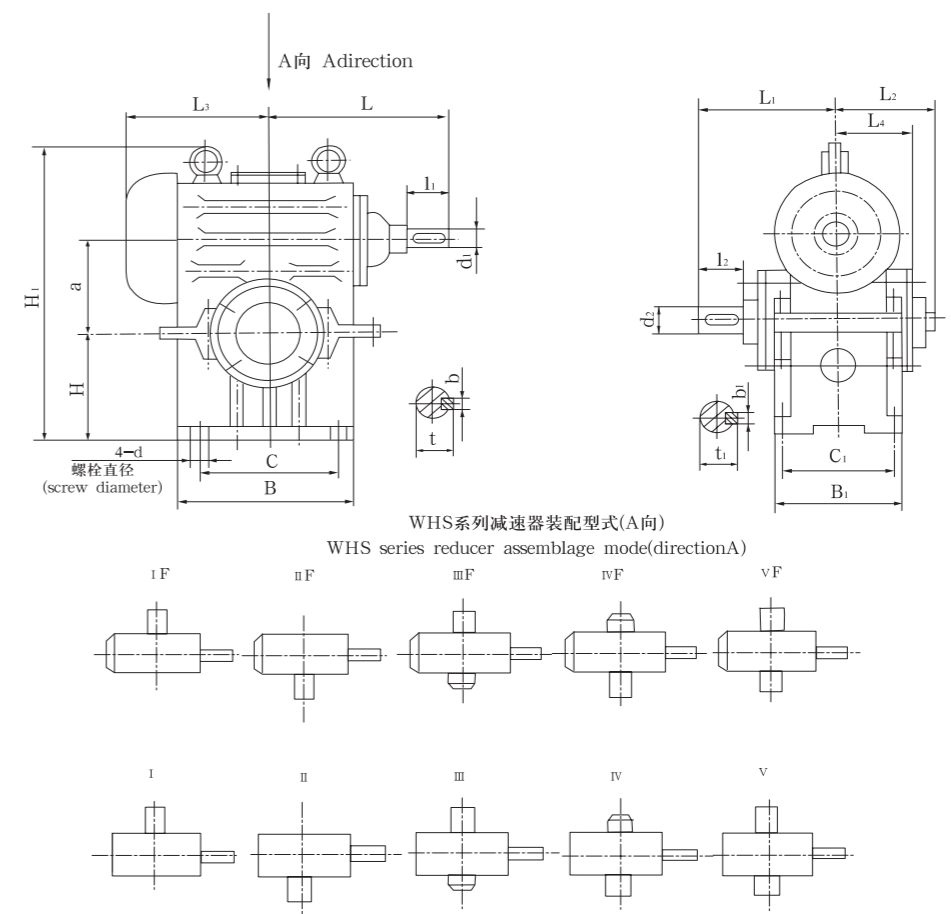

图4 Drawing 4
c) WHS 型——蜗杆在蜗轮之上，见图 4。
#### 4.3 WHS 系列减速器的外形及安装尺寸见图 4，表 6。